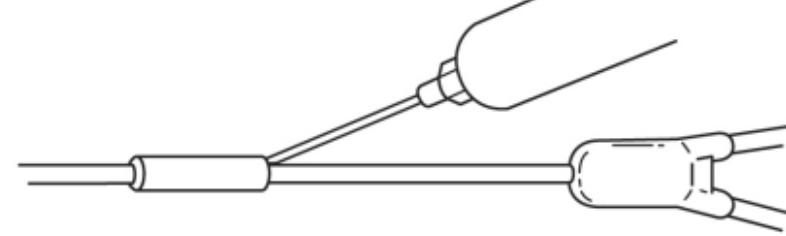

Fig. 9
9. Εγχύστε υλικό συγκόλλησης και στα δύο άκρα του καλύμματος. (Fig. 9) Σκουπίστε το πλεονάζον υλικό.